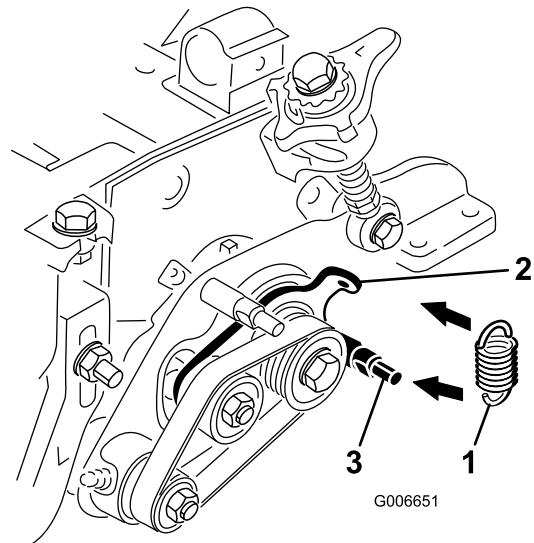

Рисунок 26
29. Вставьте крюк пружины в отверстие выступа пластины натяжного ролика и проложите ее по канавке на нижнем стержне пластины механической щетки (Рисунок 26). Открытый конец крюка пружины должен быть направлен в сторону ведущего шкива.